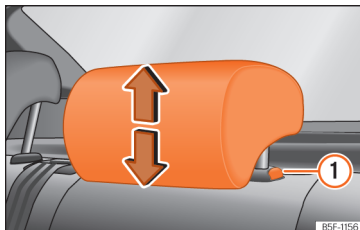

Abb. 108 Kopfstützen hinten: Kopfstützeinstellung.
hinteren Kopfstützen muss die Taste »» Abb. 108 ① nur zum Absenken gedrückt werden »» ⚠ in Einleitung zum Thema auf Seite 134.